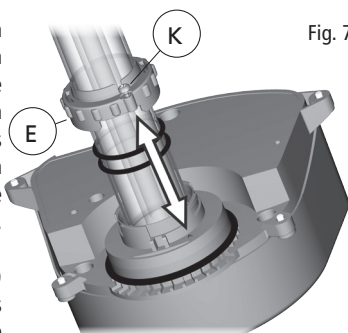
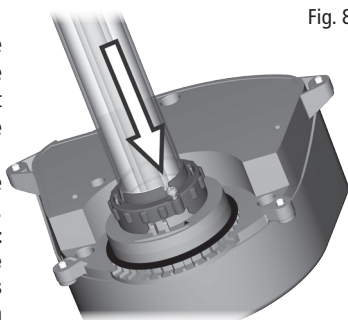
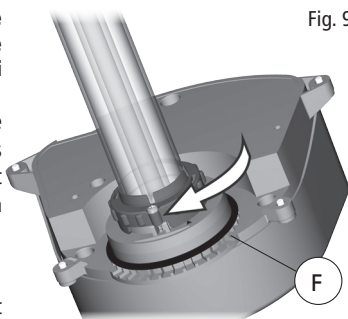

Fig. 7
Fig. 8
Fig. 9
5. À cette étape, il est possible de nettoyer le manchon de quartz (C), au besoin.
- Afin d'accéder à la lampe UV-C (B), retirer le manchon de verre (C) en dévissant environ trois tours la vis de fixation (K) de la bride de retenue (E) qui l'attache au couvercle UV-C. Ensuite, tourner la bride de retenue d'environ 30 degrés en sens inverse des aiguilles d'une montre jusqu'à ce que la vis soit alignée avec la flèche qui se trouve à l'intérieur du couvercle UV-C, puis tirer afin d'enlever le couvercle. Important : La bride de retenue est dotée d'une vis de fixation antiperte. Aucun besoin de la retirer complètement; il suffit de la dévisser jusqu'à ce que la bride de retenue puisse être tournée et enlevée.
- Une fois le manchon de quartz retiré, sortir la lampe UV-C (B) de sa douille (s'il ne s'agit pas du premier démarrage) et la remplacer par une nouvelle. **MISE EN GARDE - NE PAS ESSAYER DE REGARDER LA LAMPE LORSQU'ELLE EST ALLUMÉE!** Une exposition directe aux rayons ultraviolets est nuisible aux yeux et à la peau. Ne pas faire d'essai avec la lampe UV-C à moins que le filtre soit complètement assemblé et fermé. **IMPORTANT** - Utiliser des pièces de rechange originales Laguna seulement. Consulter la liste des pièces de rechange pour obtenir leur numéro précis.
- Replacer le manchon de quartz (C) et les deux bagues d'étanchéité (D) dans leur position originale. Il est recommandé de lubrifier les bagues d'étanchéité à l'aide d'un lubrifiant adéquat. **IMPORTANT** - L'amortisseur de la lampe (Y) à l'intérieur du manchon de quartz doit être placé entre la lampe et le bas du manchon de quartz. Ne pas l'enlever. **IMPORTANT** - **Les deux bagues d'étanchéité (D) du manchon de quartz (C) doivent être remplacées chaque fois que le filtre est ouvert.**
- Placer la bride de retenue (E) dans sa position originale. Pour ce faire, aligner la vis avec la flèche et pousser la bride de retenue vers le couvercle UV-C, tourner la bride de retenue d'environ 30 degrés dans le sens des aiguilles d'une montre vers la vis de fixation (K), puis fixer la bride de retenue en vissant la vis de fixation (K). (Fig. 7, Fig. 8 et Fig. 9).
- S'assurer que le manchon de quartz (C) n'est pas endommagé. Vérifier que toutes les pièces sont présentes et ont été réassemblées correctement. En cas de doute, consulter son détaillant Laguna.
- Remettre le couvercle UV-C (A) sur le couvercle du filtre (G), en s'assurant que la bague d'étanchéité intérieure (F) est placée correctement avant de fixer le couvercle UV-C à l'aide des vis (J).
- Fixer le couvercle UV-C (A) au couvercle du filtre en visser les 4 vis antiperte (J). **MISE EN GARDE - Risque de choc électrique : Avant de mettre la lampe en marche, s'assurer que TOUTES les bagues d'étanchéité sont de retour à leur position originale, que TOUTES les vis sont serrées et que le filtre n'a pas été endommagé. Avant de brancher le filtre, effectuer un essai humide du filtre (voir ci-dessous).**